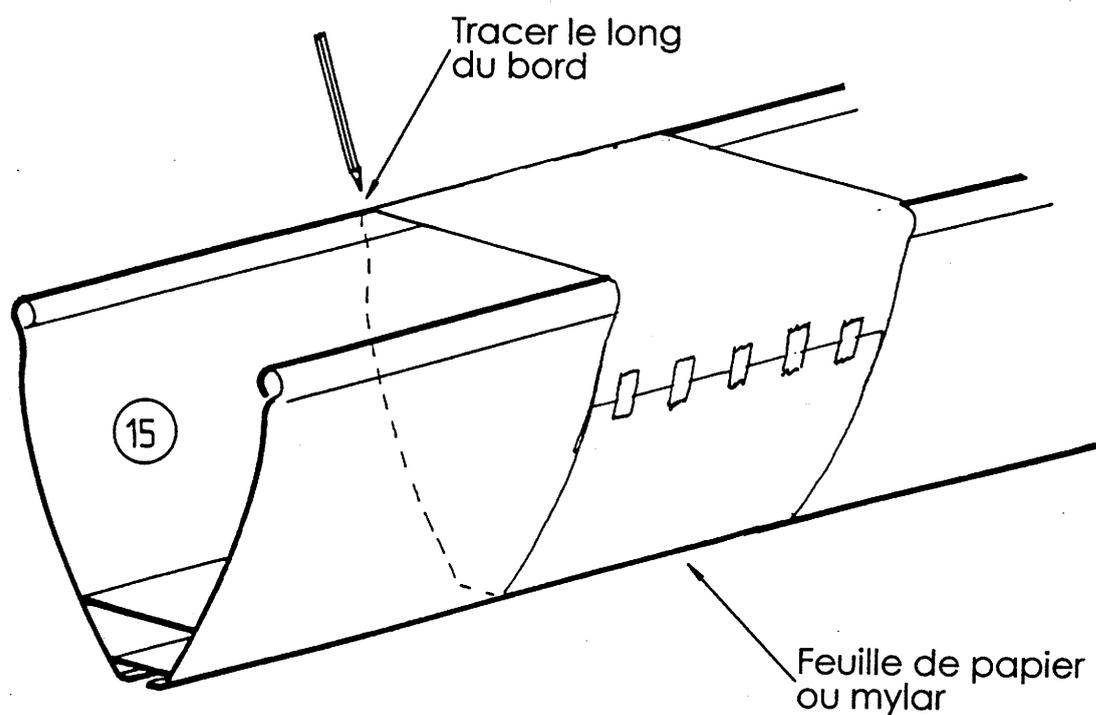

Fig 10
III 9 a 2 - Pour recouper le profil de bôme (15) à la scie à main et assurer un bon équerrage de la coupe, placer une feuille de papier ou de mylar (parfaitement équerrée) bien tendue autour du profil de bôme à l'endroit voulu pour que les bords de la feuille coïncident exactement, et la fixer avec de l'adhésif (Fig. 10). Tracer sur le profil de bôme en suivant le bord de la feuille le trait suivant lequel le profil de bôme sera recoupé.